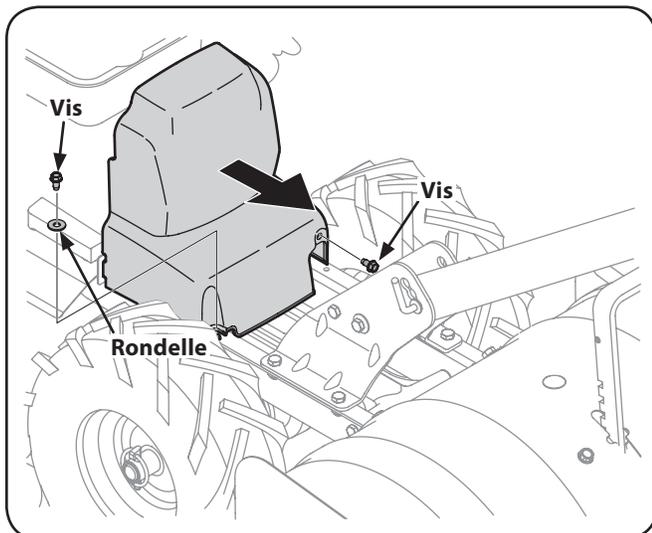

Figure 7-1
2. Retirez les deux vis hexagonales de ¼-20 et la rondelle plate qui fixent le couvercle des courroies, puis retirez le couvercle. Voir Figure 7-1. Soulevez le couvercle et gardez-le dans un endroit sûr pour utilisation ultérieure.